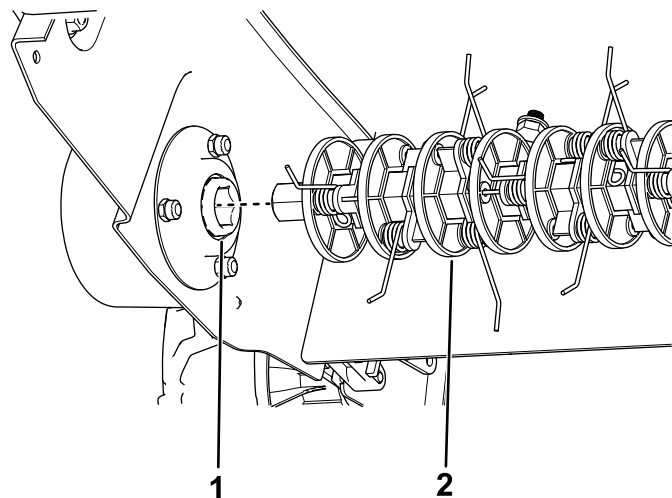

Figura 20
4. Glisați celălalt capăt al ansamblului arborelui afară din elementul de acționare i înlocuiți-l cu ansamblul arborelui dorit (Figura 20).